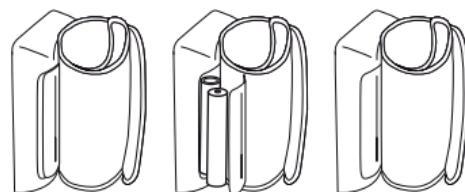

Fig. 1
- Aprire il coperchio del vano porta batterie posto sulla parte inferiore dell'apparecchio (vedi fig. 1). Inserire le batterie (vedi capitolo 12 "Dati tecnici") prestando attenzione alla polarità ("+" e "-"). Richiudere il coperchio del vano porta batterie. **12 h o 24 h** lampeggià sul display. Impostare quindi la data e l'ora, come descritto di seguito.